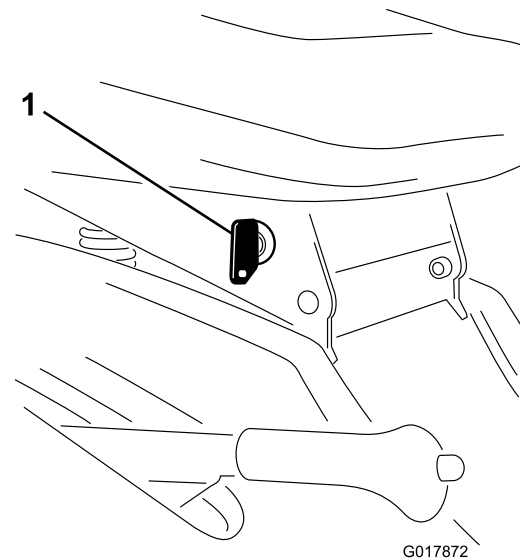

Bild 10
Wenn Sie im Rückwärtsgang die Messer (ZWA) benötigen, können Sie diesen Sicherheitsschalter mit dem KeyChoice-Schalter, der sich in der Nähe der Sitzhalterung befindet, deaktivieren (Bild 10).
2. Stecken Sie den KeyChoice – Schlüssel in das Zündschloss (Bild 10).